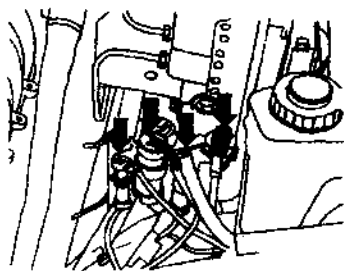

图 1.4 拔出报警装置、空调离合器
⑥ 拔出 ABS 控制单元前的防盗报警装置、空调离合器和喇叭线束插头,如图 1.4 所示。